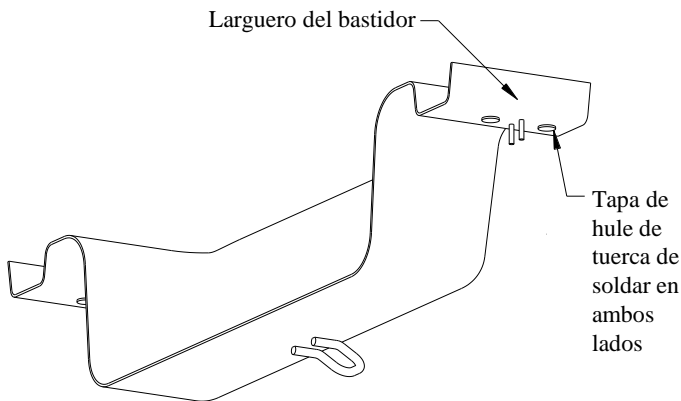

FIGURA 1
①	Cant. (2)	Perno hexagonal, M10 x 1.25 x 40mm	④	Cant. (1)	Espaciador
②	Cant. (2)	Arandela cónica, 7/16"	⑤	Cant. (1)	Arandela cónica, 1/2"
③	Cant. (1)	Perno de carruaje, 1/2 x 13 x 2"	⑥	Cant. (1)	Tuerca
2. Quite y deseche las tapas de hule de las tuercas de soldar posteriores como se muestra en la Figura 1.